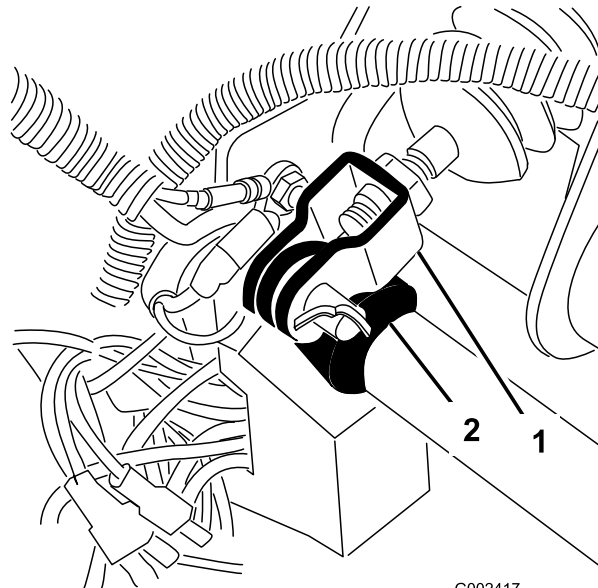

Bild 66
1. Nehmen Sie den Splint und Lastösenbolzen ab, mit denen das Hauptzylinderjoch am Bremspedalgelenk befestigt ist (Bild 66).